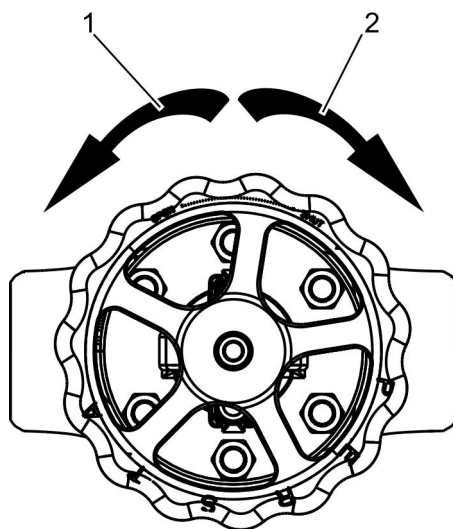

Abb. 22: Manueller Antrieb: Handrad betätigen
- Drehen im Uhrzeigersinn (Abb. 22/2): Armatur schließen ("Shut").
- Drehen gegen den Uhrzeigersinn (Abb. 22/1): Armatur öffnen ("Open").